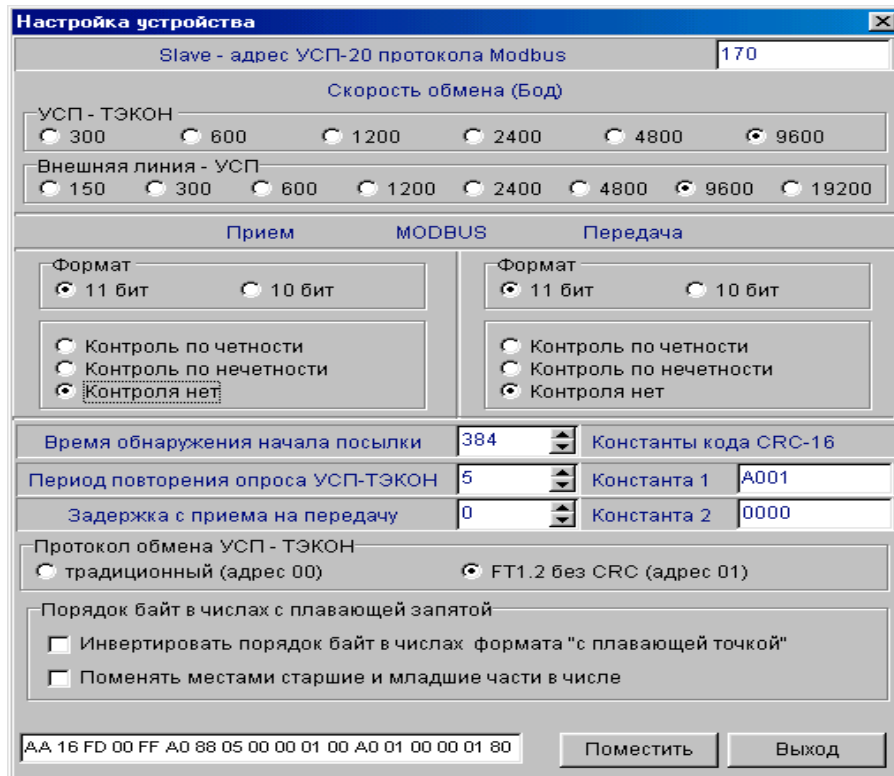

Рисунок 3.9 – общие настройки УСП Modbus
3.2.4.2 В пункте «общие настройки» настраиваются общие характеристики УСП, описываемые в подразделе 2.5. Способ задания настроек ясен из картинки на экране (см. рисунок 3.9, таблицу 2.26А и приложение Б). Выбрав настройки, щелкните на клавише «поместить» и на клавише «выход».